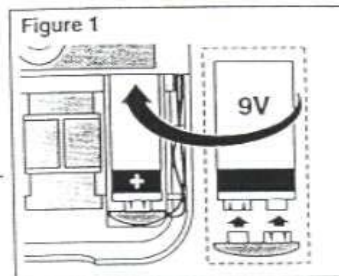

Figure 1
2. Introduire la pile dans le boîtier comme illustré sur la figure 1.